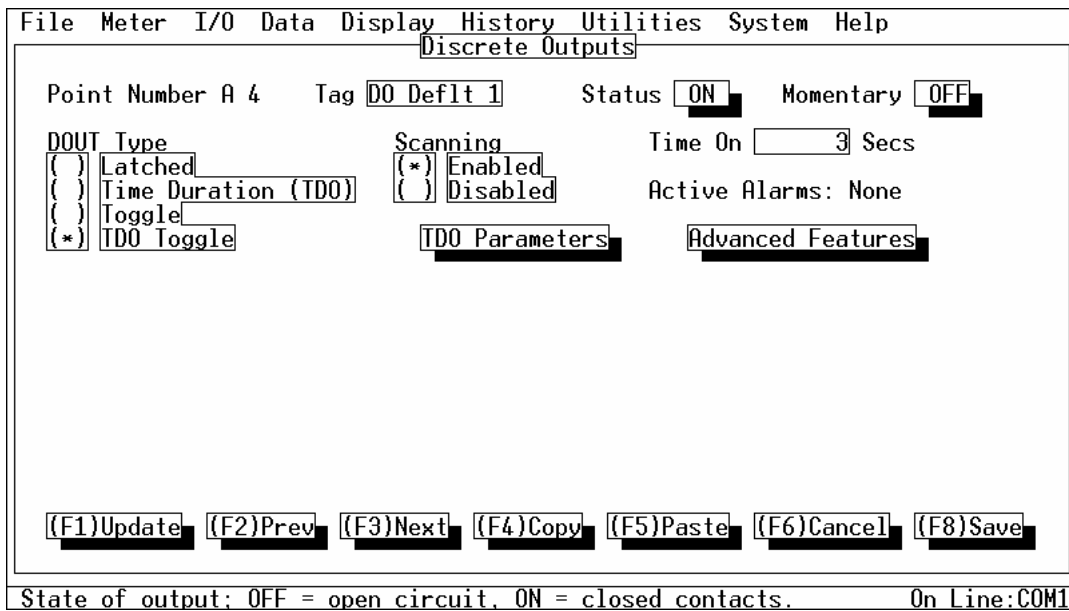

Figura B-1. Diálogo da Saída Distinta
Este apêndice tem o objetivo de auxiliá-lo na instalação, configuração e operação de um ponto de Saída Distinto (refira-se à tela de configuração na Figura B-1) usando a função TDO (Saída de duração temporizada).
A função TDO é habilitada através do ROCLINK selecionando DO no menu I/O. Refira-se à Figura B-1. Selecione **Timed Duration (TDO)** no campo DOUT Type. No modo TDO, os parâmetros para a conversão da unidade de engenharia (EU) são ativados.
O campo Tempo Ativo está localizado na tela de Saídas Distintas principal. Observe a Figura B-1. O campo Tempo Ativo é calculado pelo valor EU inserido e as definições anteriores do total de 0%, total de 100%, Baixa Leitura EU, Alta Leitura EU colocada na tela dos Parâmetros TDO. Observe a Figura B-2. As fórmulas para cálculo são:
A saída de pulso simples (TDO comum) é habilitada através do software ROCLINK, selecionando DO no menu I/O. Veja a Figura B-1. Selecione **Timed Duration (TDO)** no campo DOUT Type.
A saída de pulso simples (TDO comutado) é habilitada através do software ROCLINK, selecionando DO no menu I/O. Refira-se à Figura B-1. Selecione **Toggled** no campo DOUT Type.
A saída de pulso contínuo (Comutação TDO) é habilitada através do software ROCLINK, selecionando DO no menu I/O. Veja a Figura B-1. Selecione **TDO Toggled** no campo DOUT Type.